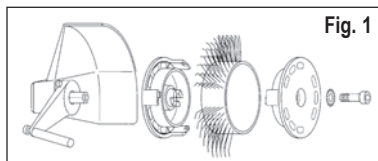
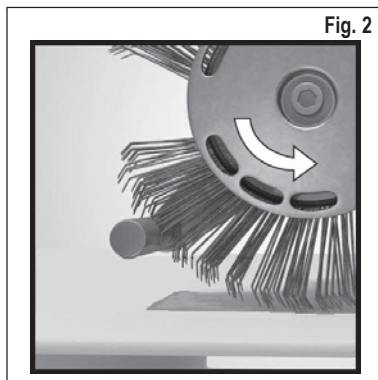

Fig. 1
Fig. 2
1. Interrompa a alimentação eléctrica e fixe a cinta **MBX®** Bristle Blaster® 23 mm correctamente com o sistema de alojamento correspondente (observe o sentido de operação) no disco de leque previsto e no parafuso na ferramenta. **Vide a Fig. 1 e a Fig. 2**
Está a utilizar uma cinta **MBX**® no sentido de operação errado? - Ajuste a cinta de escova, de maneira a operar no sentido correcto (vide o capítulo 5, Colocação em funcionamento, Fig. 2).